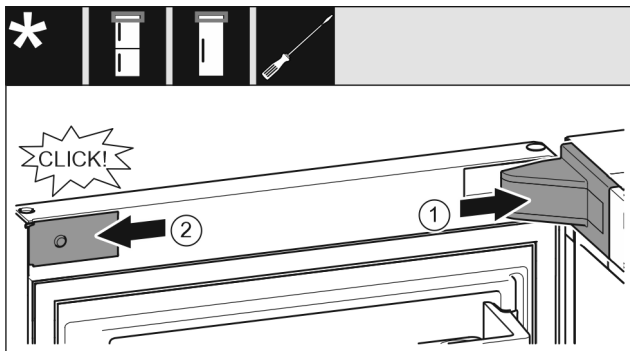

Fig. 22
- ▶ Namestite pokrov ležajnega podstavka Fig. 22 (1) in ga zaskočite, po potrebi ga previdno potisnite narazen.
- ▶ Namestite zaslonko Fig. 22 (2) in jo zataknete.